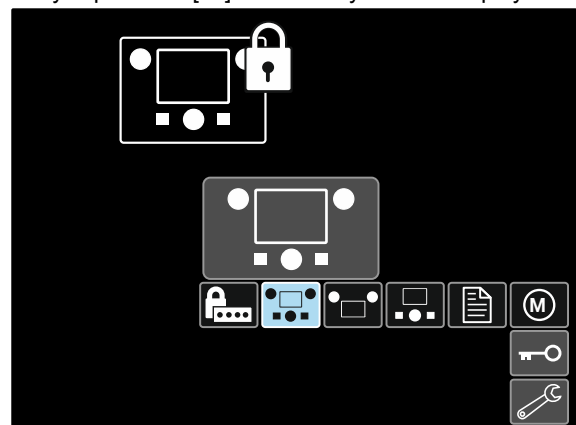

Bild 42
- Markera med ratten [11] elementet som ska låsas, till exempel alla komponenter på reglagepanelen – se bild 42.